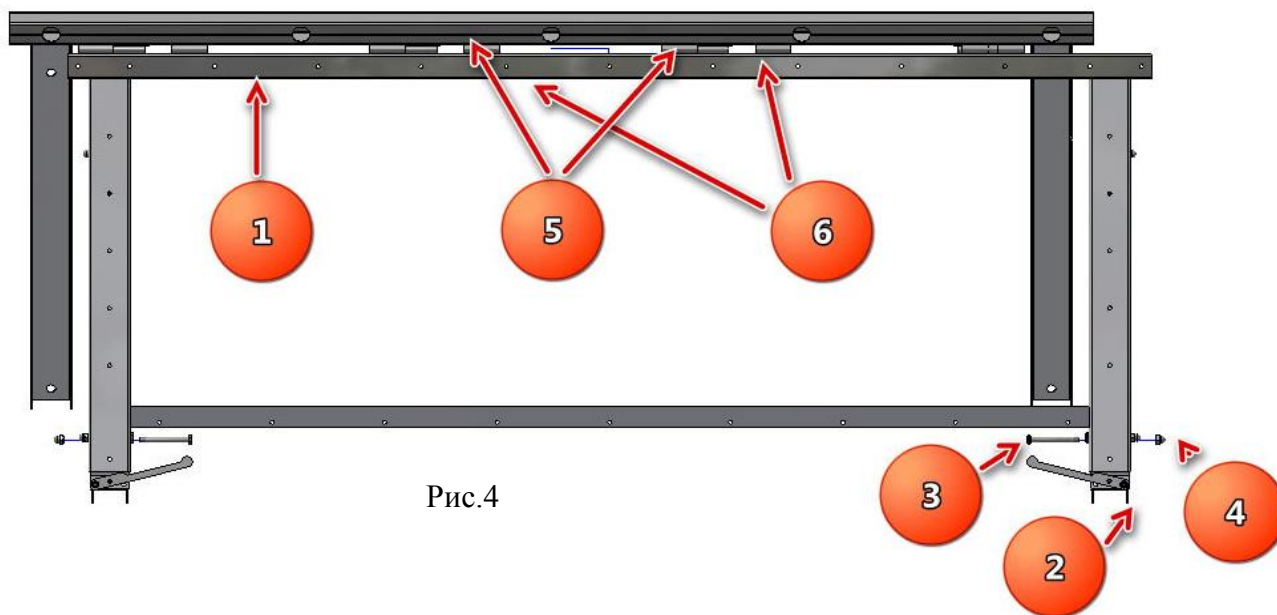

Рис.4
9. Возьмите поворотную раму поз.1 и установите ее на петли настенной рамы. рис.4
11. Аккуратно приподнимите поворотную раму и установите ее в горизонтальное положение затем наденьте правую полупетлю поз.5 на полу-петлю настенной рамы, а затем закрепите ее раме при помощи трех болтов М5х12 поз.6 рис.4 Перед затяжкой прижмите петлю поз.5 к ее ответной части для того что бы уменьшить осевые зазоры. Установите вторую полупетлю.